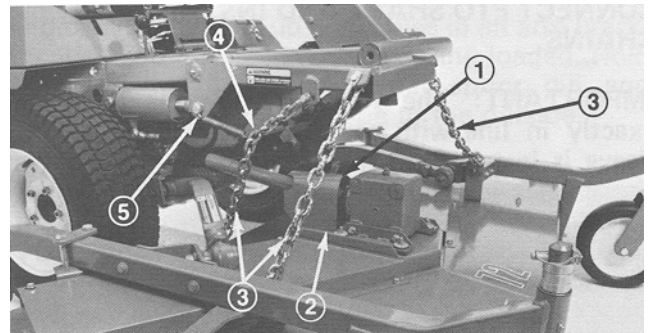

Bild 15
2. Befestigen Sie die ZWA-Schutzvorrichtung mit zwei Blehschrauben über der Eingabewelle und an der Befestigungsplatte des Getriebes (Bild 15).
3. Befestigen Sie die Hubketten mit 6 Ketten, Kettenstiften (3/8 x 1-1/2 Zoll) und Splints (1/8 x 3/4 Zoll) am Hubarm und dem Mähwerk (Bild 15). Stellen Sie die Kettenlänge so ein, dass beide beim Anheben des Hubarms gleichzeitig straff sind.
4. Befestigen Sie die Enden der Spannungsfeder zwischen dem vierten Glied der hinteren Kette und der Öse am Splint, mit dem der Zylinderstift befestigt ist (Bild 15). Stellen Sie die Länge der Kette so ein, dass die hinteren Laufräder in der Transportstellung Bodenfreiheit haben.